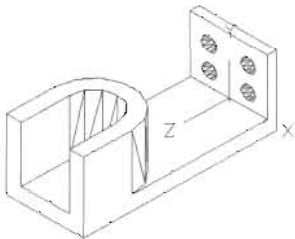

图 12-103
(9) 最后在命令中输入 union 命令, 将模型合并, 命令执行过程如下, 结果如图 12-103 所示, 命令执行过程如下。